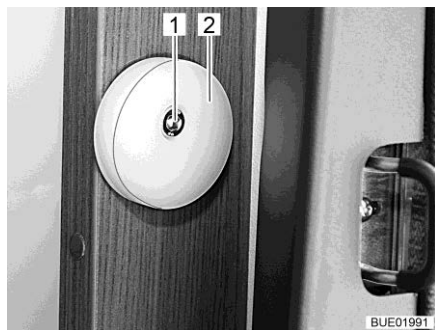

Fig. 120 Guida del letto basculante
- Svitare il bullone (Fig. 120,1).
- Regolare il disco della guida (Fig. 120,2).
- Stringere il bullone (Fig. 120,1).